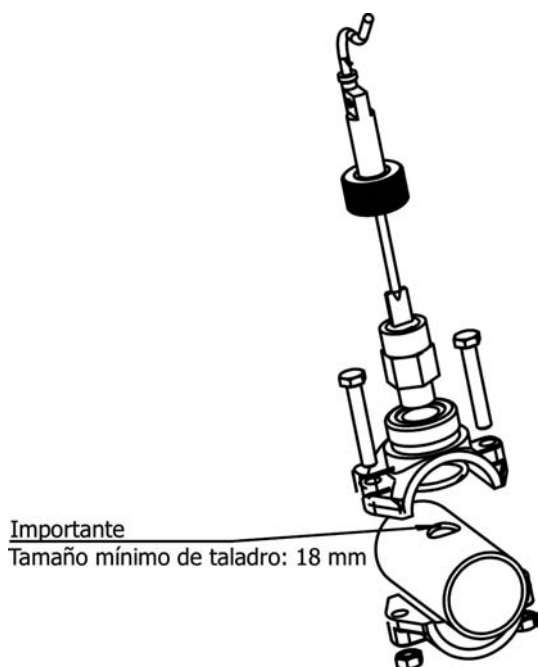

Fig. 14-1
1. Colocar el collarín suministrado en un tramo de la tubería situado a la entrada de la célula de electrolisis. El collarín deberá instalarse siempre en posición horizontal al suelo (ver Fig. 14-1).
2. Instalar el detector de flujo (interruptor flujo) siempre de forma vertical en el collarín (Fig. 14-1).